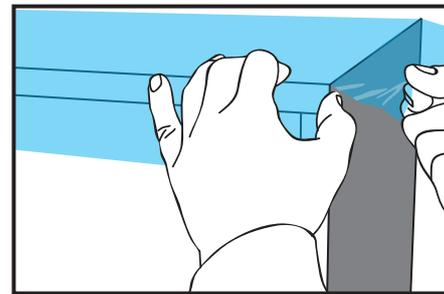

Abbildung 08
- › Verkleben Sie die Folie über eine der Kanten der Platte, indem Sie den Folienrand senkrecht nach unten klappen. (Abb. 08)